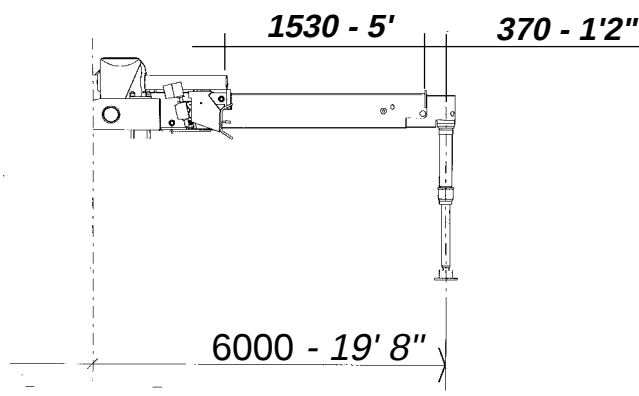

Fig.6-3
6.4 BRACCI STABILIZZATORI EXTRALLARGABILI (Fig. 6.3)
6.4 OUTRIGGERS BOOMS IN EXTRA LARGE VERSION (Fig. 6.3)